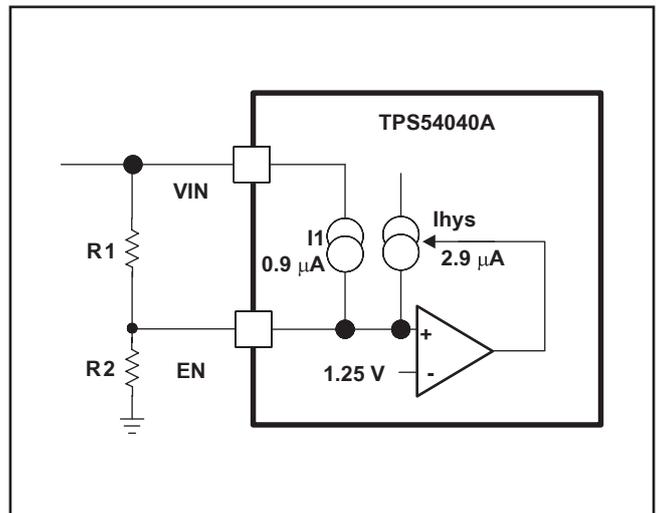

図 28. 調整可能な低電圧誤動作防止 (UVLO)
VINピンの電圧が2.5Vを下回ると、TPS54040Aはディスエーブルになります。アプリケーションで、より高い値での低電圧誤動作防止 (UVLO) を必要とする場合は、図28のようにENピンを使用し、2個の外付け抵抗で入力電圧UVLOを調整します。UVLO調整抵抗の使用は必須ではありませんが、一貫したパワーアップ動作を実現するために強く推奨します。ENピンには0.9μAの内部プルアップ電流源I1があり、ENピンがフローティングのときにTPS54040Aが動作するデフォルト状態を提供します。ENピンの電圧が1.25Vを超えると、2.9μAのヒステリシスI_{hys}が追加されます。この追加電流により、入力電圧のヒステリシスを実現できます。入力電圧の外部ヒステリシスは、式 (2) を使って設定します。入力スタート電圧は、式 (3) を使って設定します。